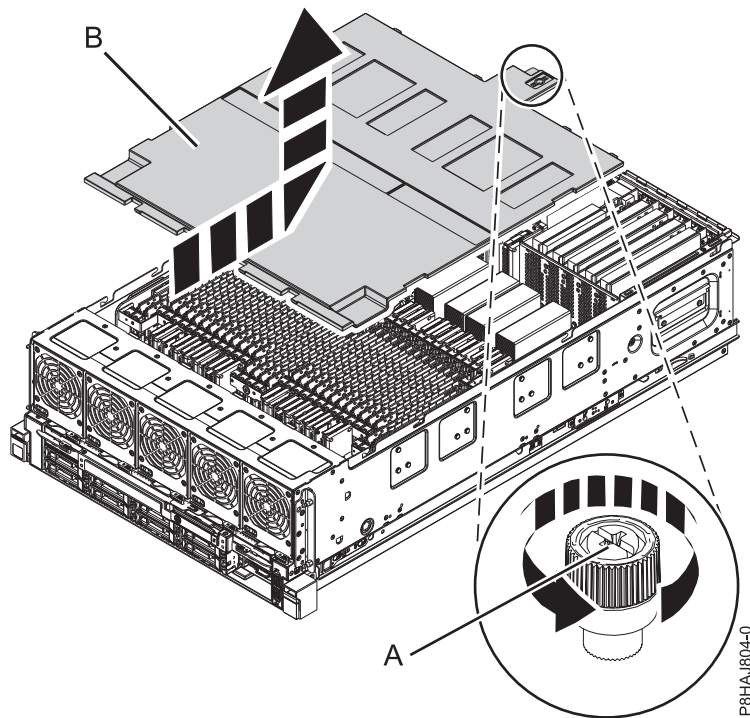

Figure 20. Retrait du capot de sécurité
2. Desserrez la vis moletée (**A**) située à l'arrière du capot en la tournant dans la direction illustrée dans figure 20, à la page 49.